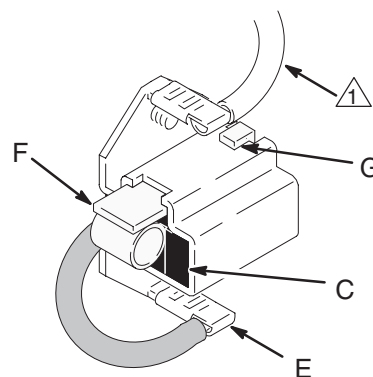

Fig. 7
7. Tout en maintenant le clip ressort (F) légèrement incliné, glisser celui-ci dans le porte-balai et l'accrocher à l'extrémité de ce dernier. Voir Fig. 7. Tirer sur le clip pour être certain qu'il est bien en place. Brancher le fil du balais sur le connecteur plat (E).
- a. Enlever la broche de la tige de connexion de pompe (14).